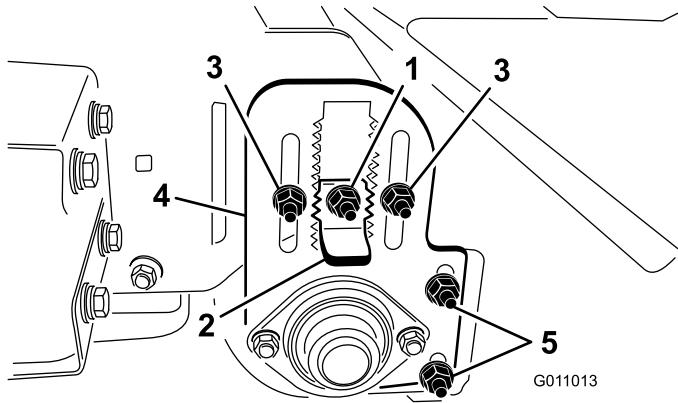

図 18
3. 高さ調整キー（図 18）についているロックナットをゆるめて、キーを 15 mm 程度引き出せるようにする。
4. ローラの高さ調整のロックナットをゆるめる (図 18)。
5. 高さ調整キーを引き出し、ローラの高さ調整プレートを動かして後ローラを適当な高さに調整する (図 18)
ローラ・スクレーパ (図 18) は、スクレーパとローラとの間に 1.5 mm の隙間ができるよう調整してください。ローラ・スクレーパの高さ調整ナットをゆるめ、ローラの高さを決めてナットで固定します。